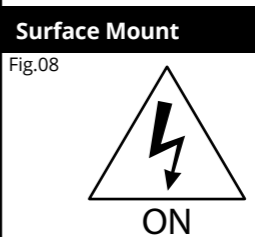

Fig.08
- Ensure the AC/mains power is not connected and cannot be reconnected during installation. (Fig. 08)
- S'assurer que la prise de sortie en CA n'est pas branchée et ne peut être reconnectée durant l'installation. (Fig. 08)
- Asegúrese de que la fuente de alimentación no esté conectada y que no pueda ser reconnectada durante la instalación. (Fig. 08)
- Zorg ervoor dat de AC/netspanning niet is aangesloten en niet opnieuw kan worden aangesloten tijdens de installatie. (Fig. 08)
- Vergewissern Sie sich, dass keine Wechsel-/Netzspannung anliegt und auch während der Installation nicht angeschlossen werden kann. (Fig. 08)
- Upewnij się, że zasilanie sieci prądu przemiennego nie jest podłączone i nie można go ponownie podłączyć podczas instalacji. (Fig. 08)